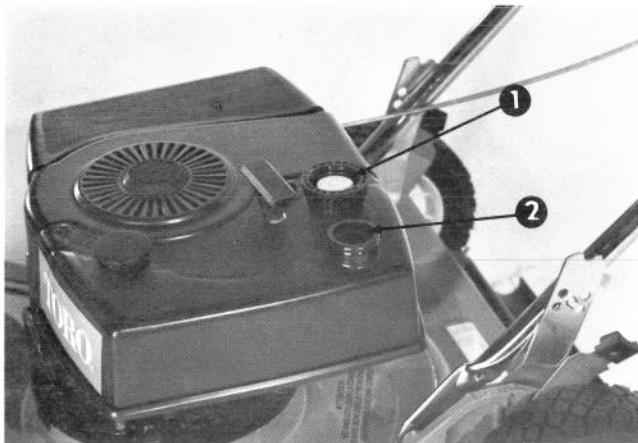

Figure 6
1. Nettoyez autour du bouchon du réservoir à essence et enlevez le bouchon (Fig. 6).